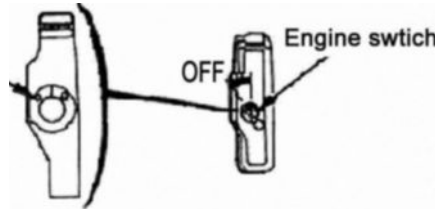

图 17
2. Push the engine switch to “ OFF ”. (Fig.17) 。